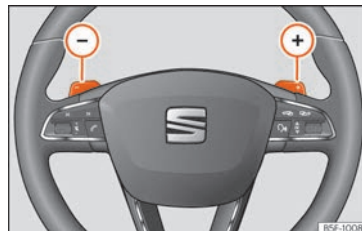

Fig. 240 Volante con dos levas para el Tiptronic.
- En el programa de conducción **D** o **S**, accione las levas del volante » fig. 240.
- Pulse la leva de cambio (+) para insertar una marcha superior » fig. 240.